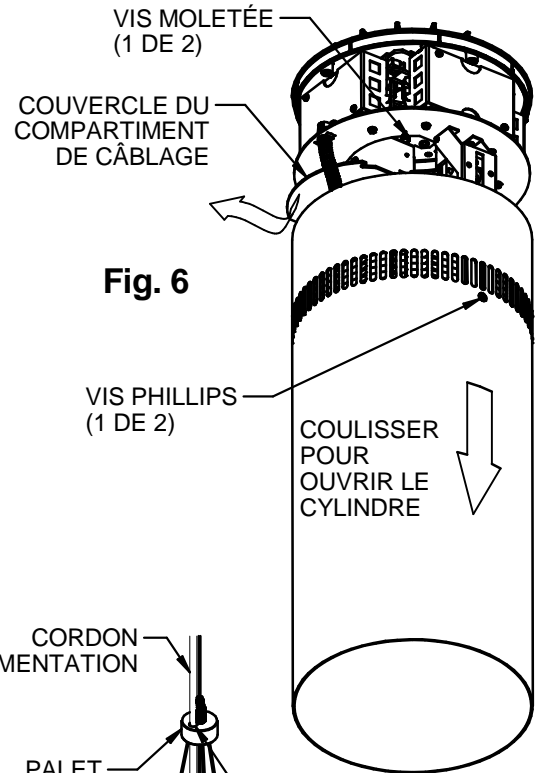

Fig. 6
8. Ouvrir le cylindre avec précaution en desserrant (sans les déposer) les deux vis Phillips sur les côtés opposés du cylindre (près les fentes d'aération) jusqu'à ce qu'elles se dégagent des fentes de blocage internes et que le cylindre coulisse librement. Dégager le cylindre extérieur en le glissant vers le réflecteur (il doit pouvoir coulisser de 18 cm environ à partir de la rosace à ailettes en fonte) puis serrer les deux vis Phillips (Fig. 6).